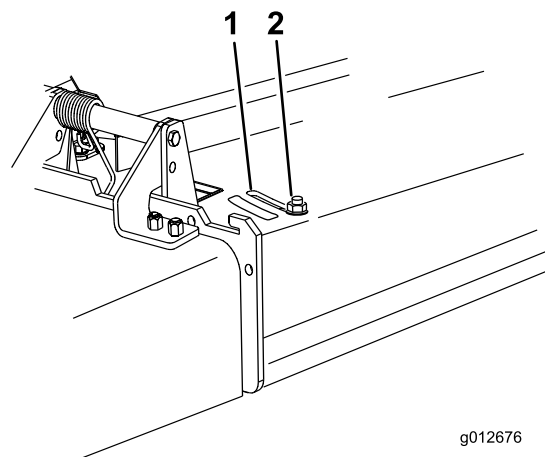

Figure 8
3. Desserrez l'écrou (Figure 8).